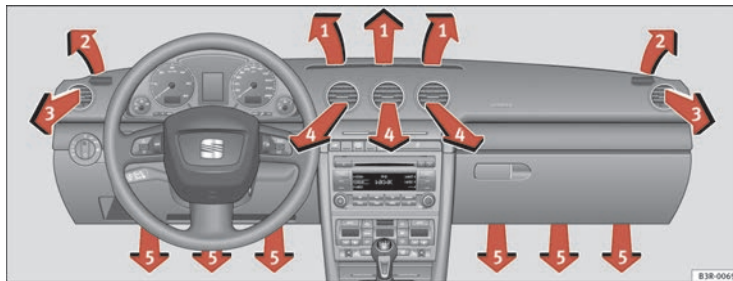

Fig. 143 Planche de bord : agencement des diffuseurs d'air
Les diffuseurs d'air ⇒ fig. 143 ③ et ④ fonctionnent comme suit :
Les trois touches permettent d'opérer les réglages énumérés ci-dessous. Les chiffres se rapportent aux diffuseurs d'air → page 177, fig. 143.
Le moteur de la soufflante est alimenté en courant solaire provenant du toit solaire, lorsque vous coupez le contact d'allumage. Veillez à ce que les diffuseurs 3 et 4 soient ouverts → page 177, fig. 143 afin d'obtenir une ventilation optimale.